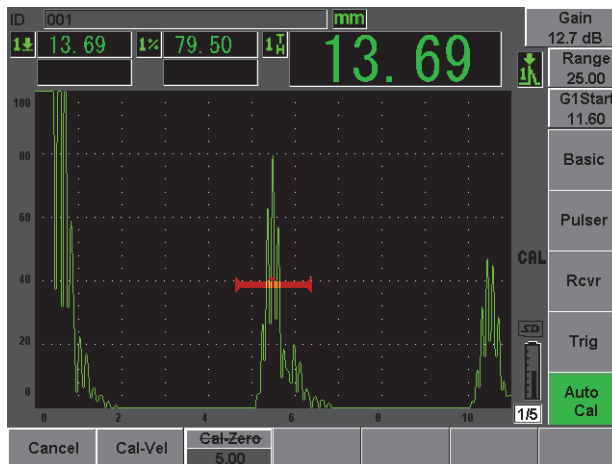

Figura 2-15 Inizio della porta 1
11. Portare l'indicazione all'80% dell'altezza dello schermo intero mediante la funzione (**AUTO XX%**) [vedi Figura 2-15 alla pagina 46].